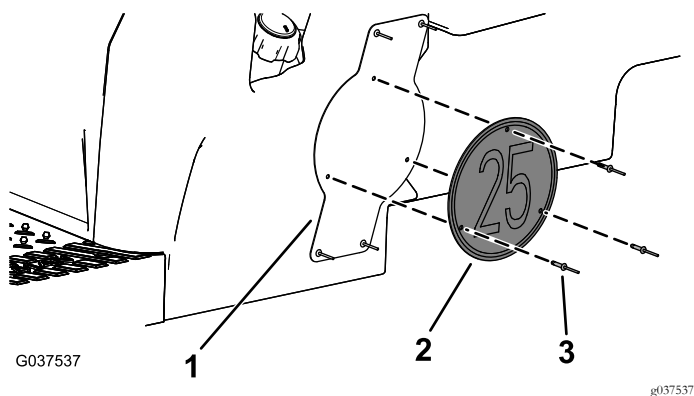

Figura 13
8. Instale la placa de velocidad en el soporte con 3 remaches ciegos (3/16" x 29/32"), según se muestra en Figura 13.